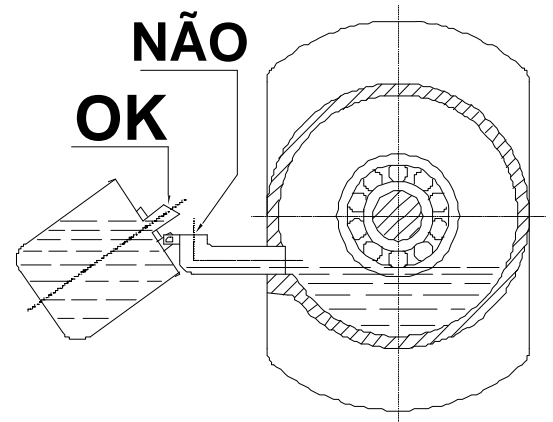

Fig. 24
- Encher o lubrificador deitando o óleo directamente na ampola e **NÃO** pelo cotovelo (consultar a fig. 24).
Os enchimentos seguintes devem ser efectuados deitando o óleo directamente na ampola e **NÃO** através do cotovelo do lubrificador ou da tampa do suporte (consultar a fig. 24).